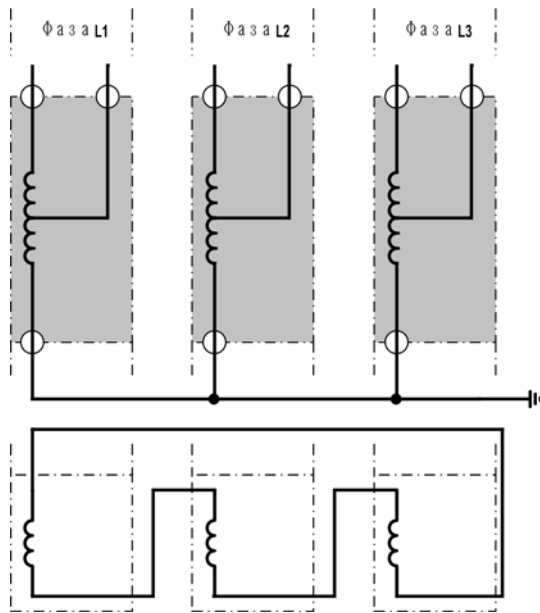

Рисунок 2-1 Силовой трансформатор, состоящий из трех однофазных автотрансформаторов со сравнением токов для каждой фазы
- Если однофазные автотрансформаторы объединяются в группу однофазных автотрансформаторов (см. Рисунок 2-1), то в таком случае имеется доступ к выводам нейтрали обмоток, которые часто снабжаются трансформаторами тока. Здесь можно вместо обычной дифференциальной защиты силового трансформатора, составленного из однофазных трансформаторов, реализовать с использованием каждой обмотки автотрансформатора три однофазных цепи сравнения токов. На Рисунке 2-1 защищаемая зона для каждой фазы затенена.